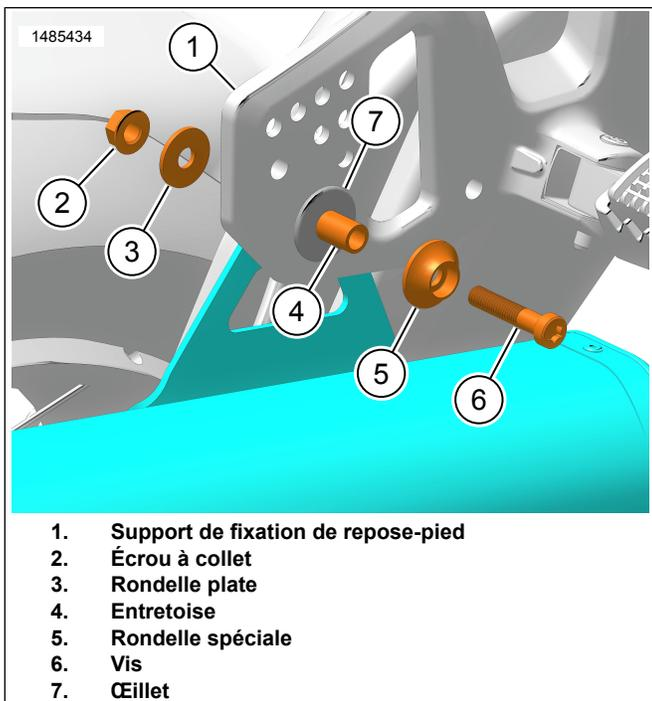

Figure 5. Visserie de silencieux
- a. Aligner le support de montage (2) avec le trou.
5. Figure 5 Positionner le support du silencieux derrière le support de fixation du repose-pied passager (1).
- a. Aligner les composants et installer l'entretoise (4).
- a. Appliquer du frein filet sur la vis (6).
10. Figure 5 Serrer la vis (6).